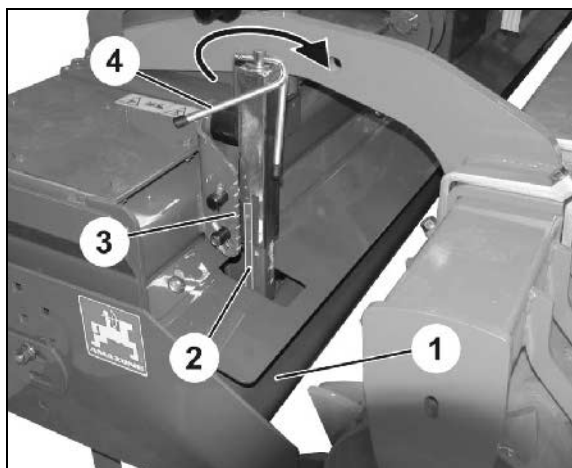

Fig. 26
Til normal såsæd skal planerplanken (Fig. 26/1) skubbe en lille jordvold til planering af eksisterende ujævnheder.
Foretag de samme indstillinger på alle justeringsdele. Til orientering anvendes viseren (Fig. 26/2) og hakkene (Fig. 26/3).
3. Vip håndsvinget (Fig. 26/4) op.